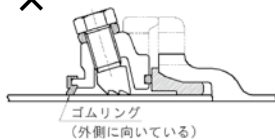

図63 挿し口に接しているN-Linkのゴムリングの向き確認
⑩挿し口外面に接しているN-Linkのゴムリングの向きが全周にわたり「内向き」になっているかを確認する(図63)。